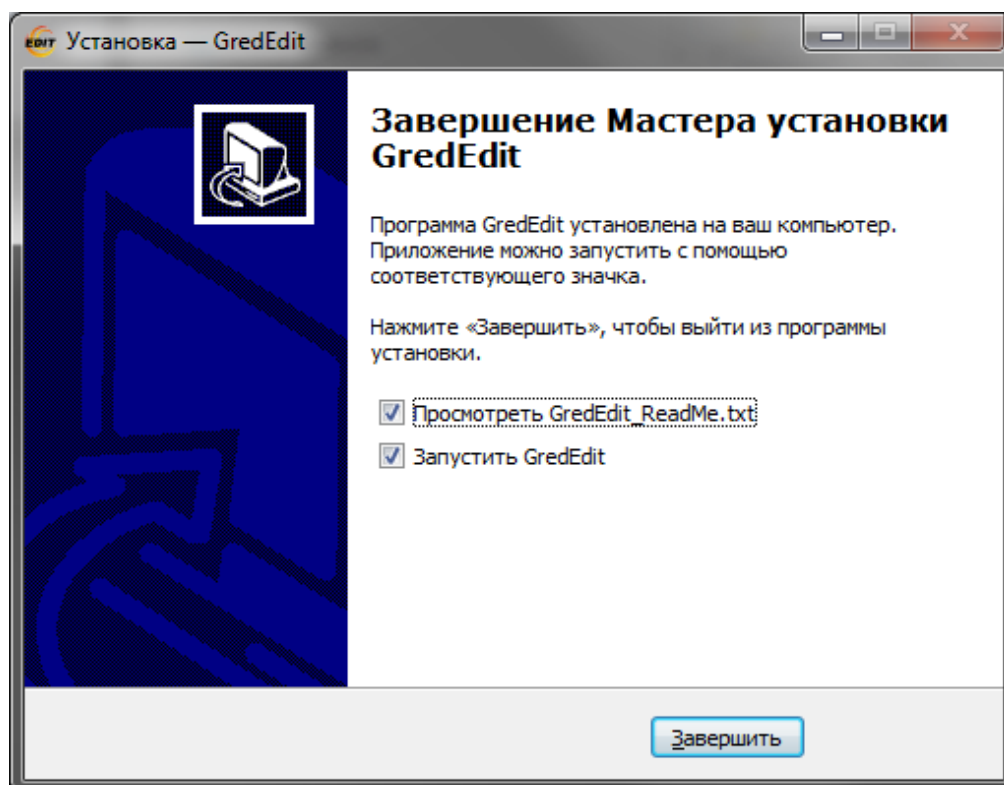

Рисунок 3.14 – Окно «Завершение Мастера установки GredEdit»
10. Если **«Редактор»** установлен успешно, в конце установки появится окно **«Завершение Мастера установки GredEdit»** (Рисунок 3.14). Чтобы выйти из окна мастера установки нужно нажать кнопку **«Завершить»**.